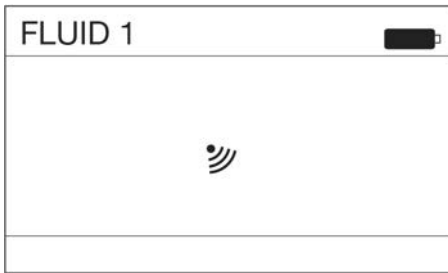
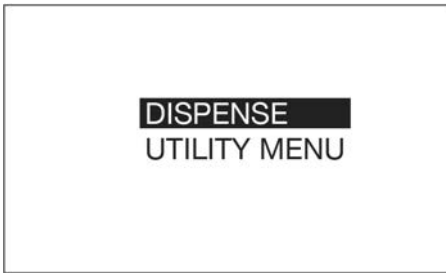

图 55
图 71
1. 按下流量计键盘中央的 ENTER 按钮以选择激活流量计，将其从睡眠模式唤醒。会显示图 55 中所示的屏幕。
**注意：**图 55 中的屏幕仅在流量计第一次通电时才出现在预设模式中。首次开机后，预设模式下的流量计必须重置才能进入此屏幕。参见重置说明（第 22 页）。
1. 按下键盘中央的 ENTER 按钮以激活流量计。会显示图 55 中所示的屏幕。
2. 再次按下键盘中央的 ENTER 按钮，绕过图 55。会显示图 71 中所示的主菜单屏幕。